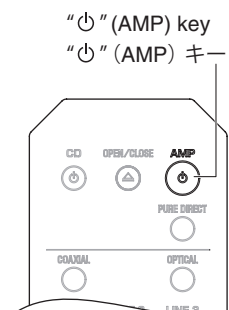

Fig. 20
7. Press the "⏻" (AMP) key on the remote control to set this unit to standby. (Fig. 20)
9. Press the "⏻" (AMP) key on the remote control to turn on this unit. (Fig. 20)
7. リモコンの "⏻" (AMP) キーを押して、本機をスタンバイの状態にします。(Fig.20)
9. リモコンの "⏻" (AMP) キーを押して電源を入れます。(Fig.20)